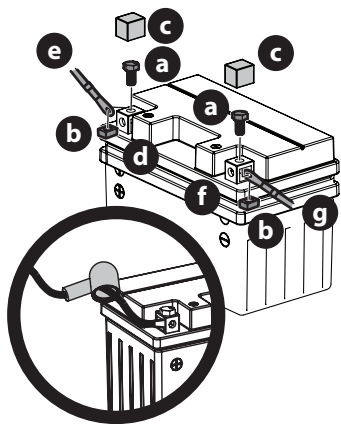

Figura 19
1. Extraiga los tornillos hexagonales (a) y las tuercas cuadradas (b) situados en el extremo del arnés de cables o en la bolsa que acompaña a este manual. Guarde los herrajes para uso posterior (Figura 19).
2. Retire la cubierta plástica (c), si está presente, del borne positivo de la batería (d) y una el cable rojo (e) al borne positivo de la batería (d) utilizando uno de los tornillos hexagonales (a) y las tuercas cuadradas (b) que se extrajeron en el paso 1. Use un destornillador Phillips (Figura 19).
3. Coloque el capuchón de caucho rojo por encima del borne positivo de la batería para protegerlo contra la corrosión (Figura 19 inserto).
4. Retire la cubierta plástica (c), si está presente, del borne negativo de la batería (f) y una el cable negro (g) al borne negativo de la batería (f) utilizando el tornillo hexagonal restante (a) y la tuerca cuadrada (b) (Figura 19).